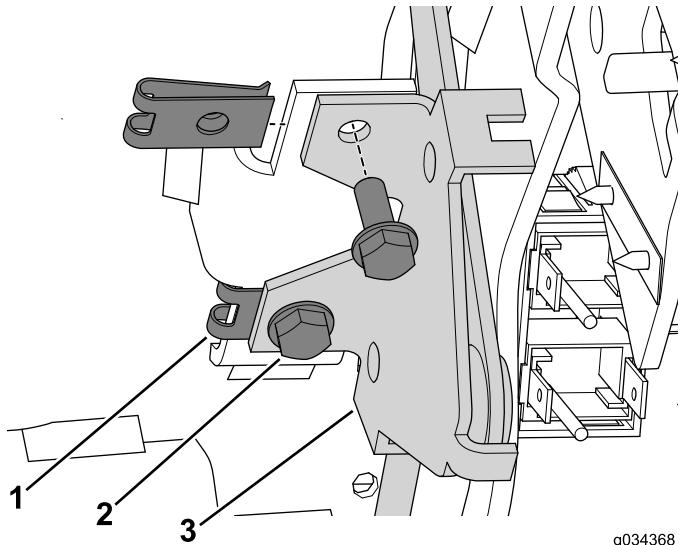

Bild 19
3. Befestigen Sie die Blechmutterclips an der Befestigung am Bedienfeld (Bild 19).
4. Befestigen Sie den Choke mit den zwei Schrauben (Nr. 10 x 1/2") am Bedienfeld (Bild 19).